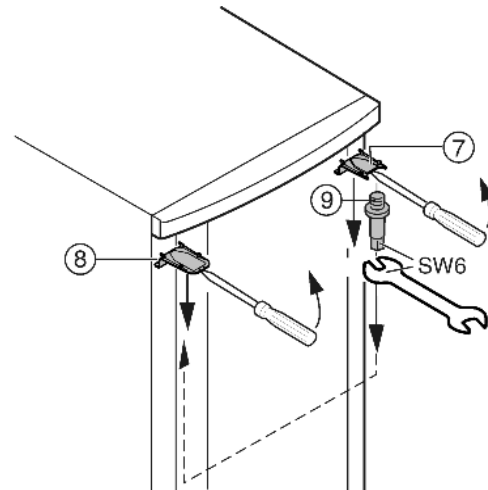

Fig. 6
- ▶ Верхнюю крышку Fig. 6 (7) и крышку Fig. 6 (8) с помощью отвертки выведите вперед из фиксатора и снимите, наклоняя вниз.
- ▶ Выкрутите опорный палец Fig. 6 (9) и вкрутите на противоположной стороне (с моментом 4 Нм).
- ▶ Снова установите крышку Fig. 6 (7) на стороне опорного пальца: насадите сзади, защелкните спереди.
- ▶ Установите крышку Fig. 6 (8) на противоположной стороне: насадите сзади, защелкните спереди.
- ▶ Подвесьте верхнюю часть двери на опорный палец Fig. 6 (9).